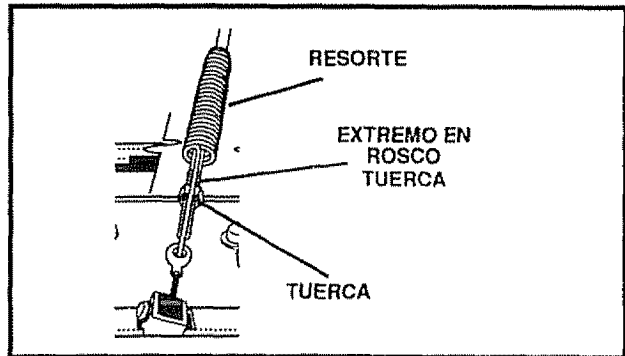

FIG. 24
- Empuje el cable a través del resorte (Véase Fig. 24) para exponer la porción roscada del cable.